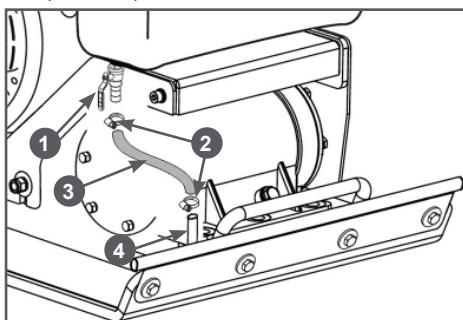

Рис. 21 Установка шланга
3. Установите на штуцеры крана 1 и трубы 4 подачи воды шланг 3 и закрепите его с помощью хомутов 2 (Рис. 21).